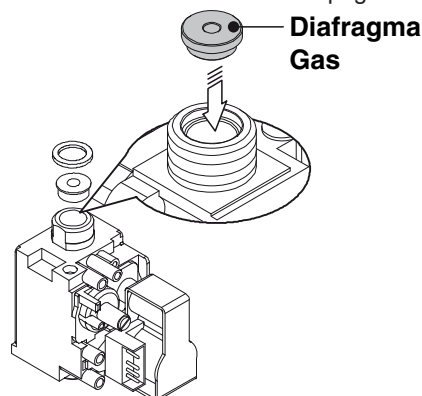

Fig. 8.2
- Realice la conversión del tipo de gas sustituyendo correctamente el diafragma de gas Fig. 8.2, según lo indicado en la sección "Datos técnicos Mare 55" pág. 22.